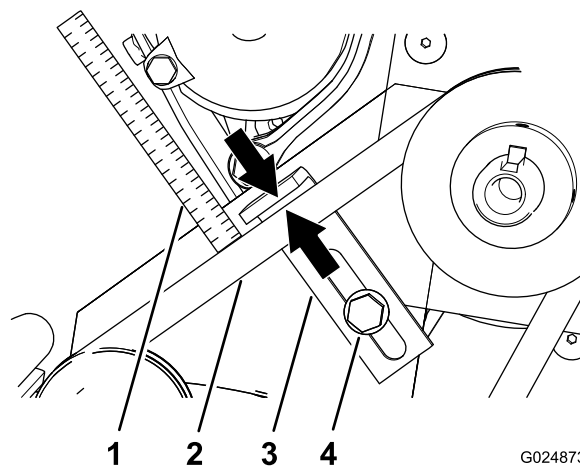

Figura 26
Nota: Si la distancia es superior o inferior a 6 mm ($\frac{1}{4}$ "), ajuste la guía de la correa (Figura 26); consulte Ajuste de la guía de las correas \(página 21\).
- Mida la distancia entre la correa y la guía de la correa (Figura 26).
- Afloje el perno de cabeza hexagonal con arandela prensada que sujeta la guía de la correa a la chapa del motor (Figura 26).
- Manteniendo la parte superior de la guía de la correa paralela a la correa, mueva la guía de la correa para acercarla o alejarla de la correa hasta que la distancia sea correcta (Figura 26).
- Apriete el perno de cabeza hexagonal con arandela prensada que sujeta la guía de la correa a la chapa del motor (Figura 26).